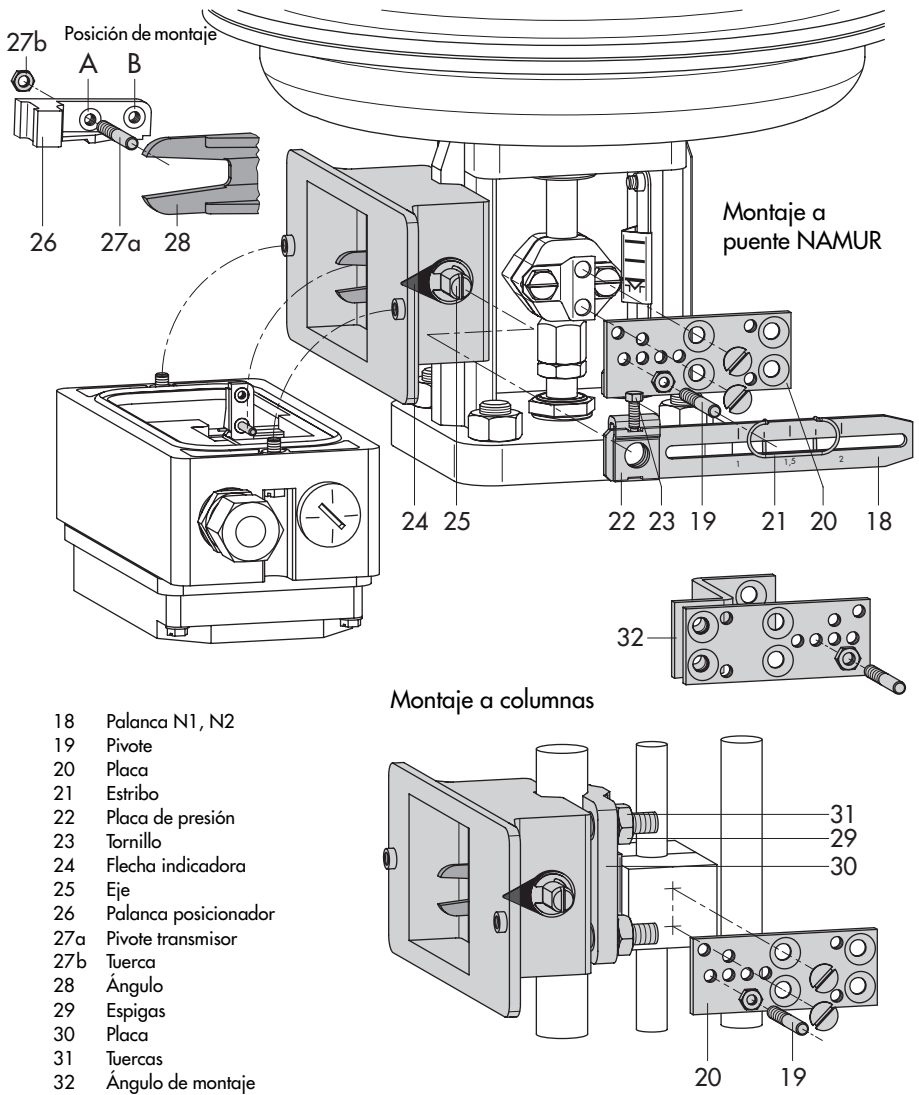

Fig. 4 · Montaje según DIN IEC 534 (NAMUR)
Para el montaje se requiere un adaptador y se efectúa según la fig. 4. La carrera de la válvula se transmite a través de la palanca (18) y del eje (25) al ángulo (28) del adaptador y de allí al pivote (27a) de la palanca del actuador.